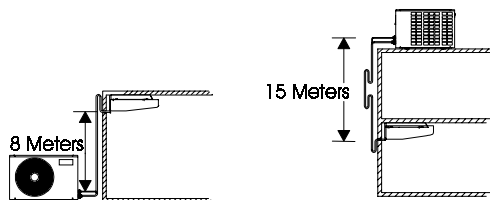

Fig. 6
- (6) Tubería admisible para combinaciones recomendadas.
- (A) Máximo total de hasta 20 m
- (B) Limite a menos de 8 el número de acodamientos de la tubería.
- (C) La caída de la tubería, hasta 15 m ver fig.6.
- (D) La cabeza de la tubería hasta 8 m ver fig. 6.
- (7) Test de pérdida de gas